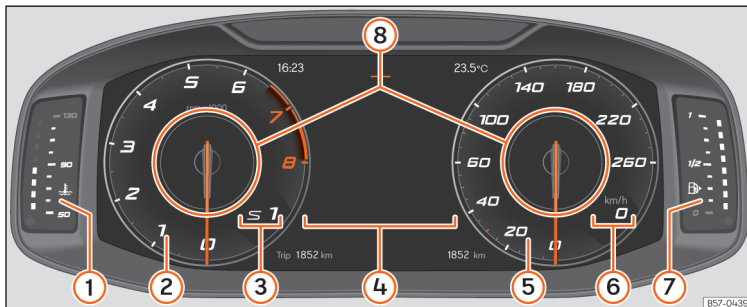

Abb. 54 SEAT Digital Cockpit in der Schalttafel (klassische Ansicht).
In allen Ansichten können die angezeigten Informationen in den **Informationsprofilen** » **Abb. 54** ⑧ personalisiert werden. »
Die Zeiger der Umdrehungen pro Minute und der Geschwindigkeitsmesser werden über die gesamte Länge angezeigt »» **Abb. 54**.